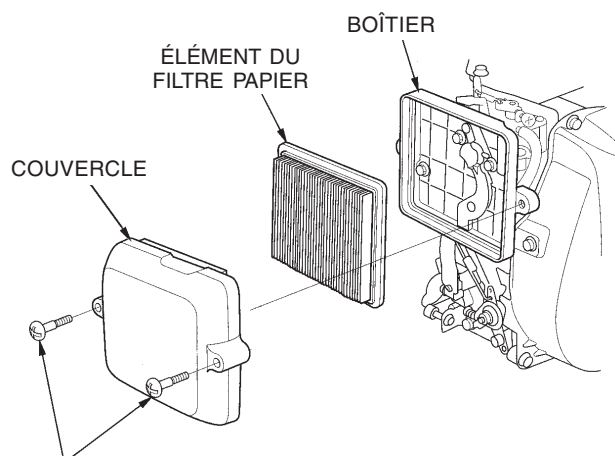

Figure 12. Filtre à air du moteur
- Tapoter plusieurs fois l'élément du filtre papier (figure 12) sur une surface dure pour en extraire la poussière ou pulvériser de l'air comprimé (ne pas dépasser 207kPa ou 2,1 kgf/cm2 [30 psi]) dans l'élément du côté boîtier du filtre à air. **NE JAMAIS** dépoussiérer avec un pinceau, la poussière pourrait alors être poussée à l'intérieur des fibres. Remplacer l'élément en papier s'il est excessivement sale.